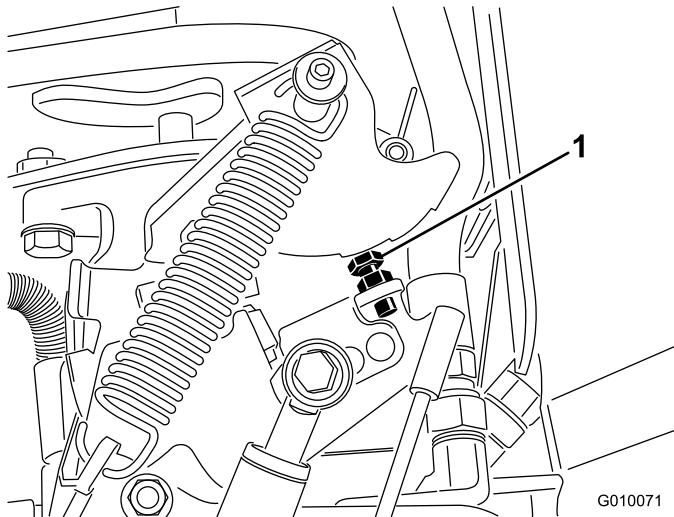

Figure 66
5. Si un réglage est nécessaire, vissez le boulon de butée de la pompe (Figure 66) pour le rapprocher de la plaque de butée et réduisez l'espacement des trous ou dévissez-le pour l'éloigner de la plaque de butée et augmentez l'espacement des trous.